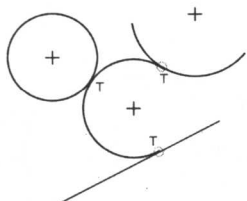

图 1-28 绘制相切圆弧
(1) 单击  按钮，然后依次选择三个不同的图元，如圆、圆弧或直线等。
(2) 单击鼠标中键确认, 完成相切圆弧的绘制, 如图 1-28 所示。